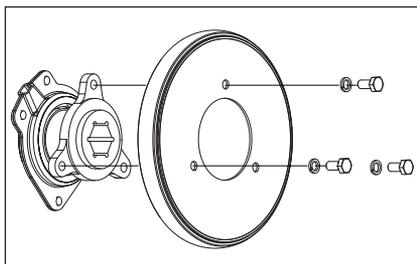

Figure 70
- Dévissez les trois boulons M6 et les trois rondelles de blocage du disque de friction. Mettez au rebut le disque de friction utilisé et remplacez-le par un nouveau. Ne serrez pas de manière excessive. (Fig. 70)